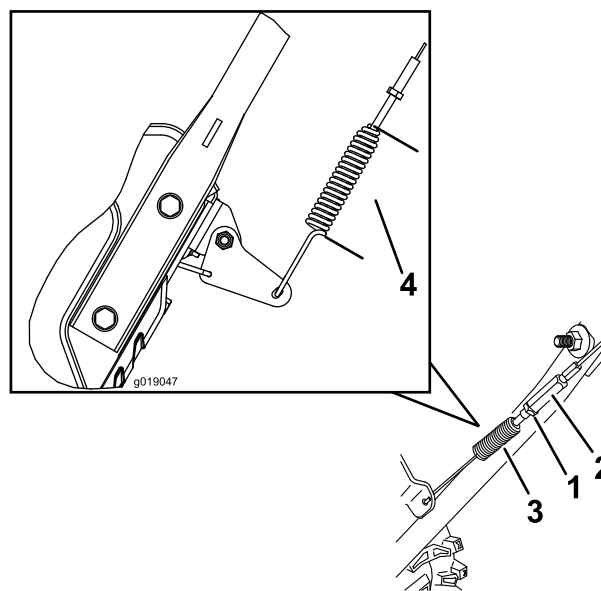

Figura40
3. Slăbiți sau strângeți întinzătorul cu filet pentru a regla lungimea arcului la 7 cm (Figura40).
4. Strângeți contrapiulița (Figura40), asigurându-vă că nu tensionați excesiv cablul.